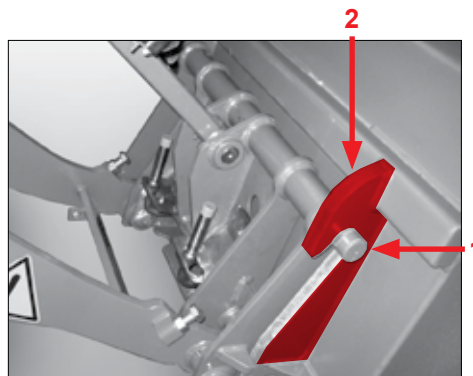

Fig. 37
- ▶ Kontrollér altid, at låseboltene (Fig. 37 + 40) er låst korrekt.
1. Kør hen til redskab med læsseren (Fig. 37).
2. Anbring optagebolten pos. 1 under optagekrogen pos. 2.